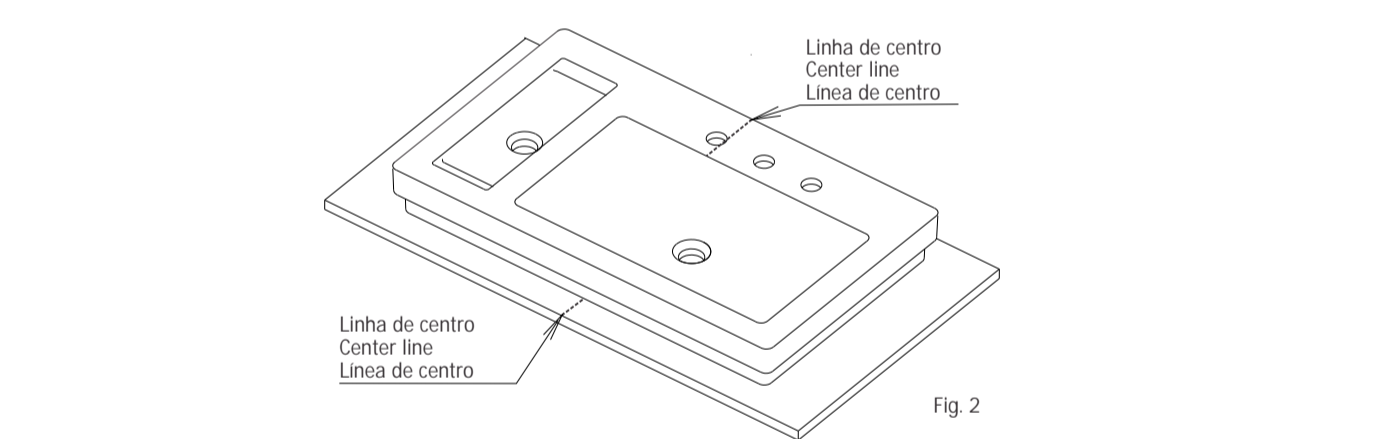

Fig. 2
- 2** Posicionar a cuba sobre o tampo de modo que as linhas de centro coincidam, conforme Fig. 2.
Position the tub on the top so that the center lines coincide, according to Fig. 2.
Posicionar el lavaplatos sobre la tapa de modo que las líneas de centro coincidan, de acuerdo Fig. 2.